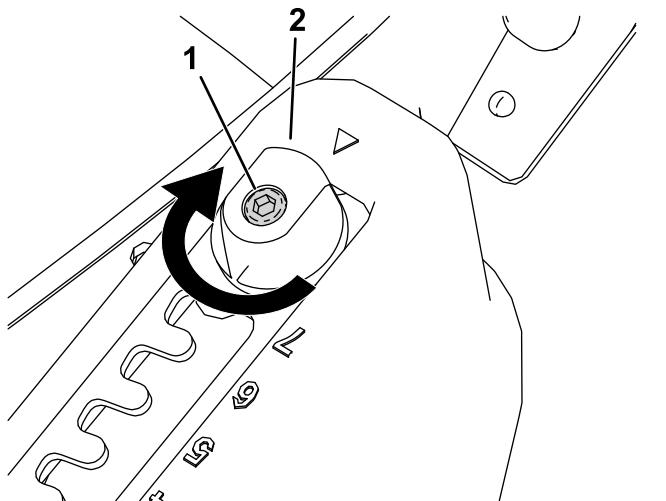
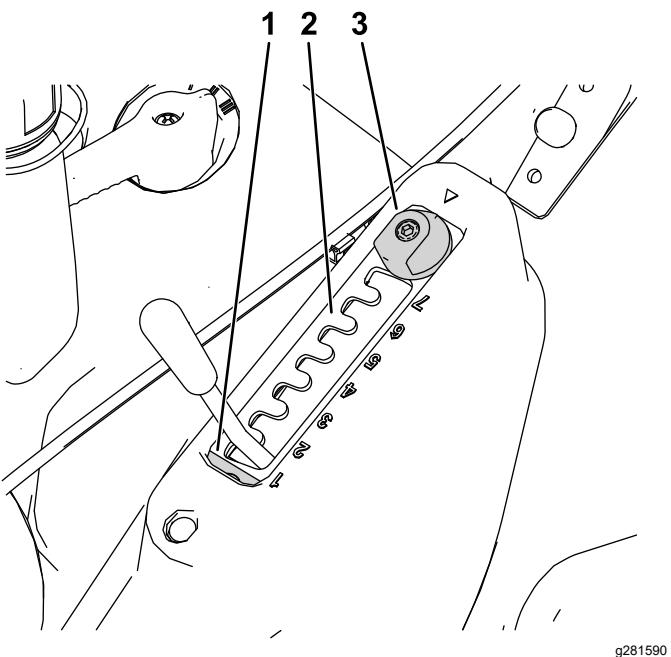

Figure 13
Figure 14
1. Desserrez le boulon de fixation de la plaque de sélection avec une clé Allen (Figure 13).
2. Tournez le système de réglage MatchCut de 180° (Figure 13 et Figure 14).